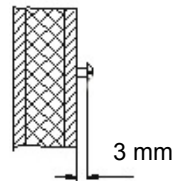
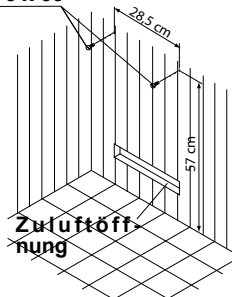

Abb. 2
Abb. 3
1. Die 2 Spanplattenschrauben gemäß den Maßen in Abb.3 so in das Holz der Kabinenwand ein drehen, dass zwischen Schraubenkopf und Holz noch ca. 3 mm Platz ist. (Abb.2)
4. Das Saunaheizgerät mit den Aufnahmeöffnungen an der Rückwand in die Schrauben einhängen (Abb. 3).